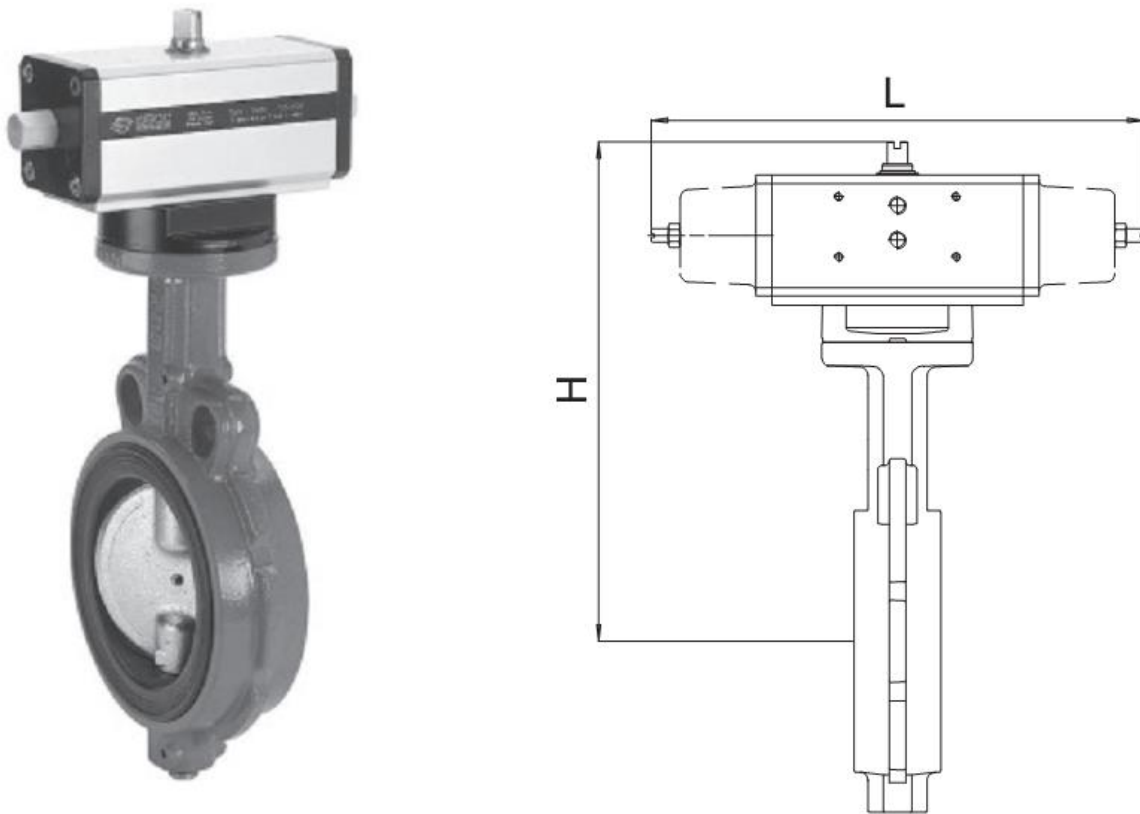

Рисунок 5 – Дискový затвор с пневматическим приводом
Затвор состоит из корпуса (рис. 5), заслонки и пневмопривода. Привод заслонки клапана осуществляется поршневым пневмоприводом двустороннего (DA) действия. Поршень смещается давлением сжатого воздуха и передает крутящий момент штоку посредством зубчатой рейки. Открытие осуществляется в одну сторону, закрытие – в другую.